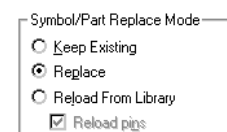

Рис. 29. Изменение параметров компонента.
16. В поле Symbol/Part Replace Mode диалогового окна Item Properties выберем опцию Replace (рис. 29). Поле Pat Name станет активным.